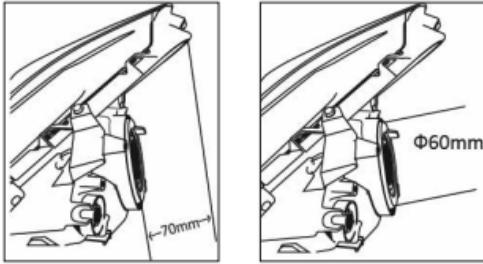

Рис. 1
- Убедитесь, что в фаре головного освещения есть как минимум 70 мм свободного пространства и что диаметр патрона составляет 60 мм, как показано на рис. 1.